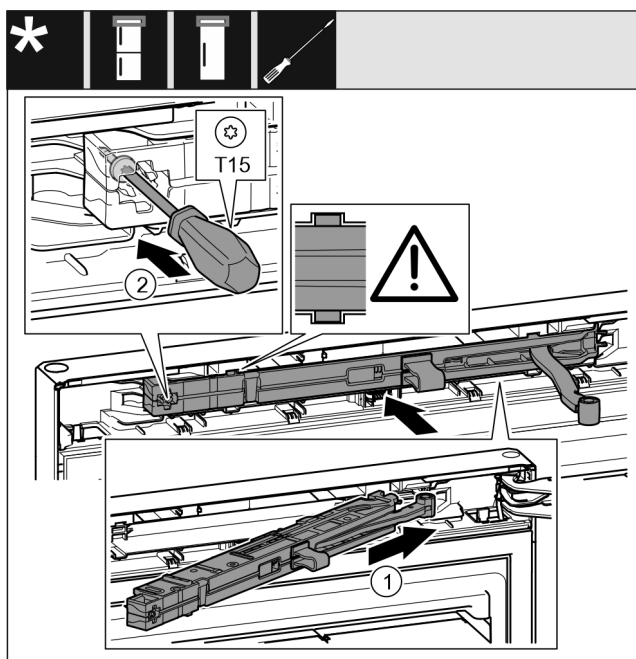

Fig. 23
- ▶ Introduire à fond l'amortisseur de fermeture du côté du support de palier dans la rainure en l'inclinant. Fig. 23 (1)
- ▶ Serrer la vis avec un tournevis T15. Fig. 23 (2)